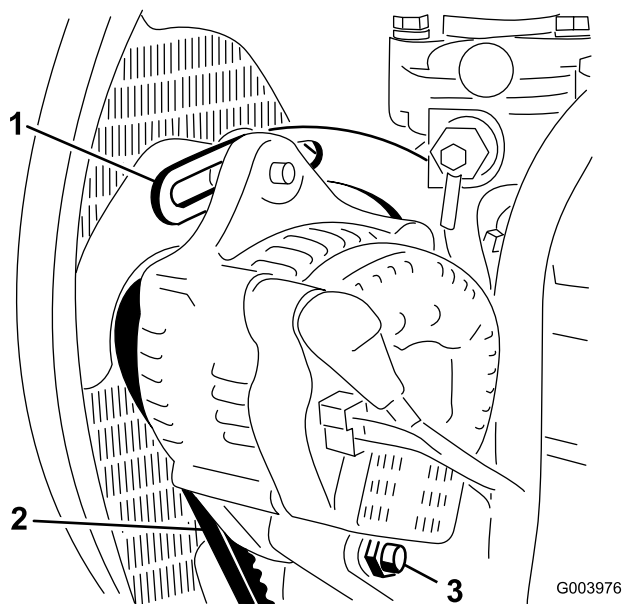

Figura 67
2. Verifique a tensão da correia do alternador, premindo-a (Figura 67) até meio caminho entre as polias do alternador e do cárter com uma força de 10 kg.
3. Desaperte o parafusos que segura a abraçadeira ao motor (Figura 67), o parafuso que segura o alternador à abraçadeira e o parafuso de articulação.